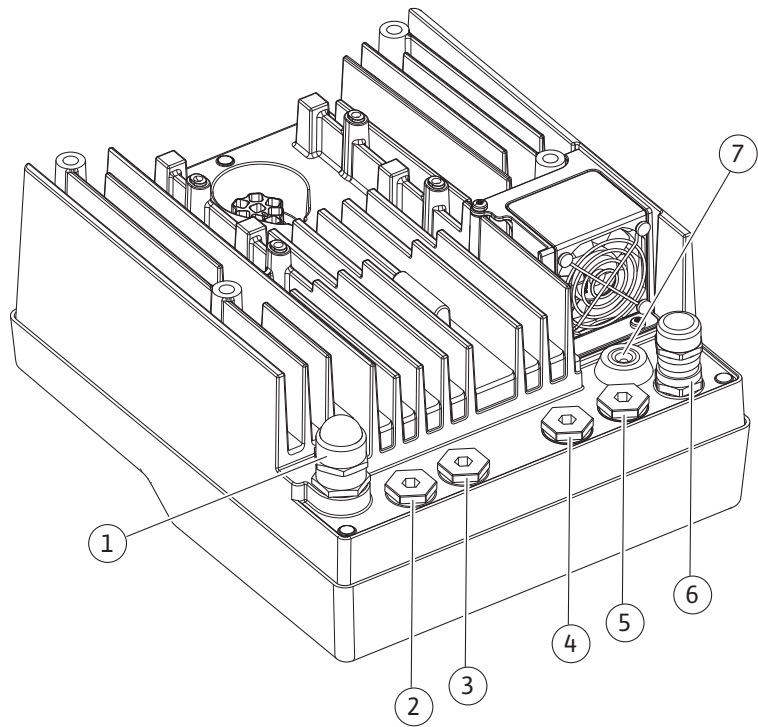

Fig. 8: Kabelverschraubungen/Kabelanschlüsse
- CIF-Modul an die Gebäudeautomation (Buskommunikation): Der Schirm wird mit der Kabeldurchführung am Elektronikmodul verbunden (Fig. 8).
4. Anschlusskabel durch die Kabelverschraubung M25 (Fig. 8, Pos. 1) führen. Kabelverschraubung mit vorgegebenen Drehmomenten festdrehen.